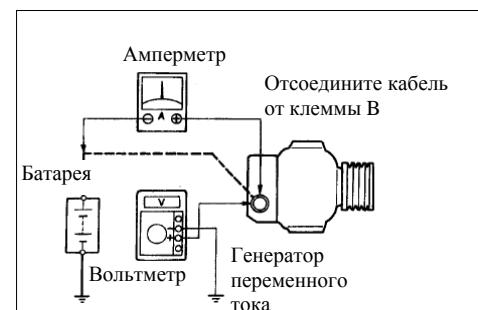

Рис. 327
**(2)** Если зарядное устройство недоступно, подсоедините к цепи зарядки амперметр и вольтметр следующим образом(рис. 327).
**(3) Проверьте цепь зарядки**